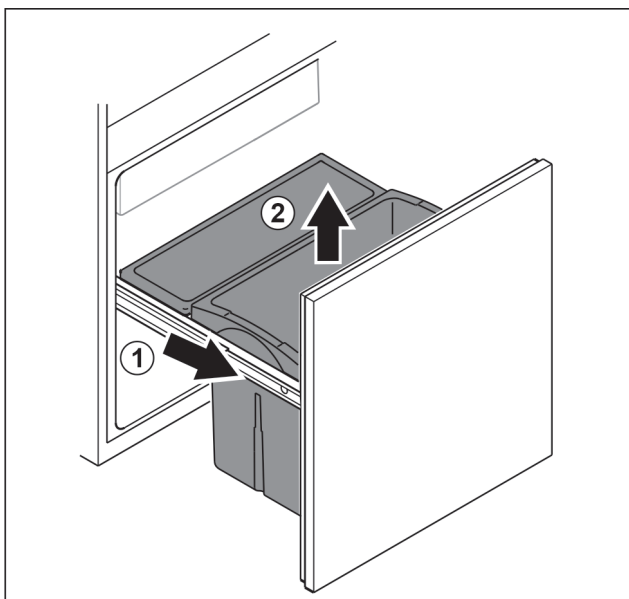

Fig. 98
- ▶ Scoateți căruciorul de extragere până la opritor. Fig. 98 (1)
- ▶ Scoateți sertarul în sus. Fig. 98 (2)